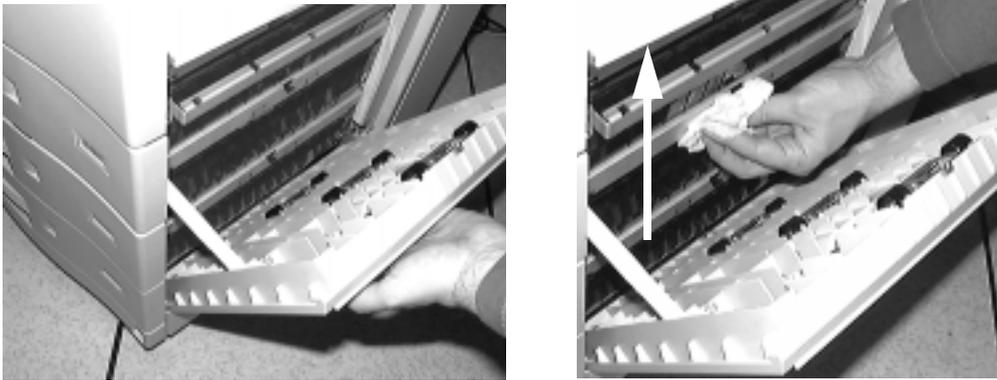

Figure 5-3 Nettoyage de la zone de l'alimentation papier
2. Utilisez les chiffons de nettoyage fournis pour essuyer l'encre ou la poussière des mécanismes d'alimentation papier de cette zone, de la partie intérieure et du couvercle. Procédez à ce nettoyage jusqu'à la base de l'imprimante pour garantir une propreté maximale. Reportez-vous à la Figure 5-3.